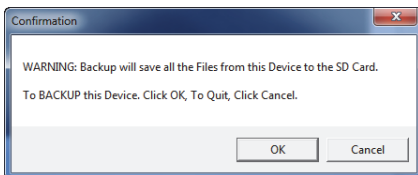

图 7-26 确认对话框：确认备份操作
4. 当出现 **Confirmation**（确认）对话框时（参见第 194 页的图 7-26），点击 **OK**（确定），开始备份操作。